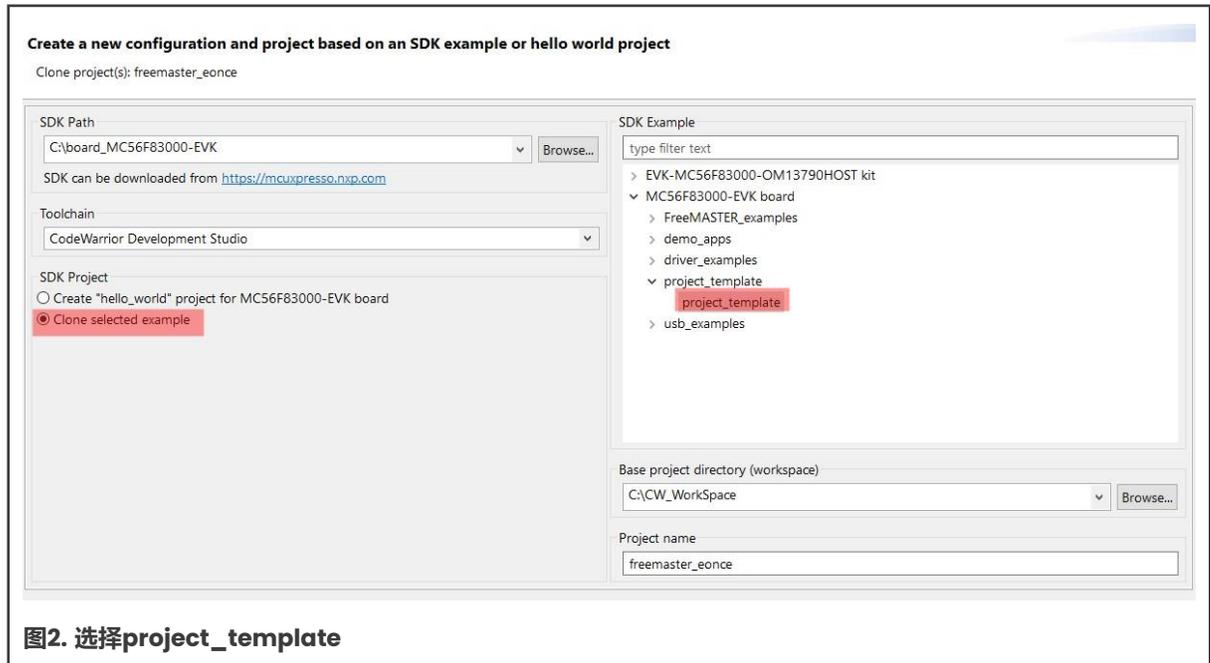

图2. 选择project\_template
- b. 在弹出的窗口中，选择正确的SDK路径。选择 **“Clone selected example”** 并选择 **“project\_template”**，如图2所示。在 **“Project name”** 文本框中输入正确的CodeWarrior工程名称。单击 **“Finish”**。